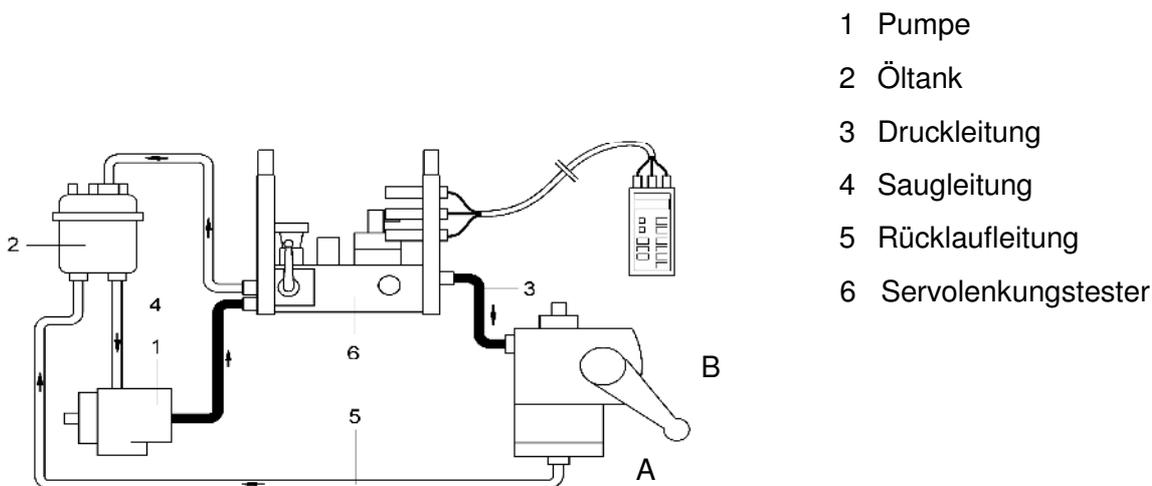

Abb.10
Ein Druckmessgerät (Druckbereich bis 250 bar) oder ein Servolenkungstester an die Druckleitung zwischen Pumpe und Lenkgetriebe anbringen (Abb.10).
Wenn die Einstellung an der Stellschraube (128) erfolgt, bewegt sich der Lenkarm in Richtung "B" (**Abb.10**).